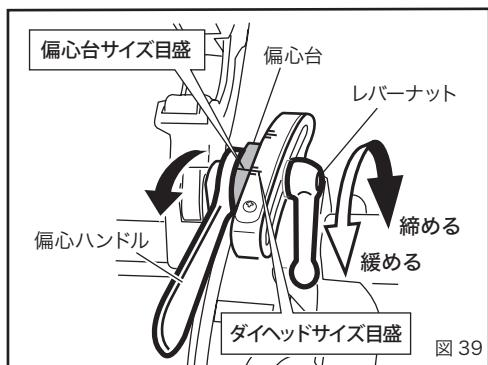
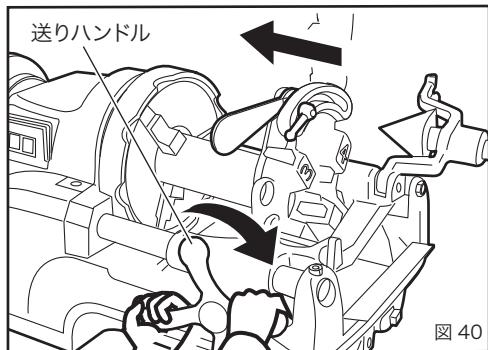

図 39
図 40
①ねじ切りのサイズ寸法を合わせるには偏心台の目盛を、ダイヘッドのサイズ目盛のねじ切り寸法に合わせて、レバーナットを締めて固定してください。(図 39)
②ON スイッチを押すとオイルはダイヘッドから自動的に注油されます。
③送りハンドルを右回り方向に動かしパイプにチーザを押しつけ食いつかせてください。ねじ山が 3 ~ 4 山切れればあとは自動的にねじが切れます。(図 40)